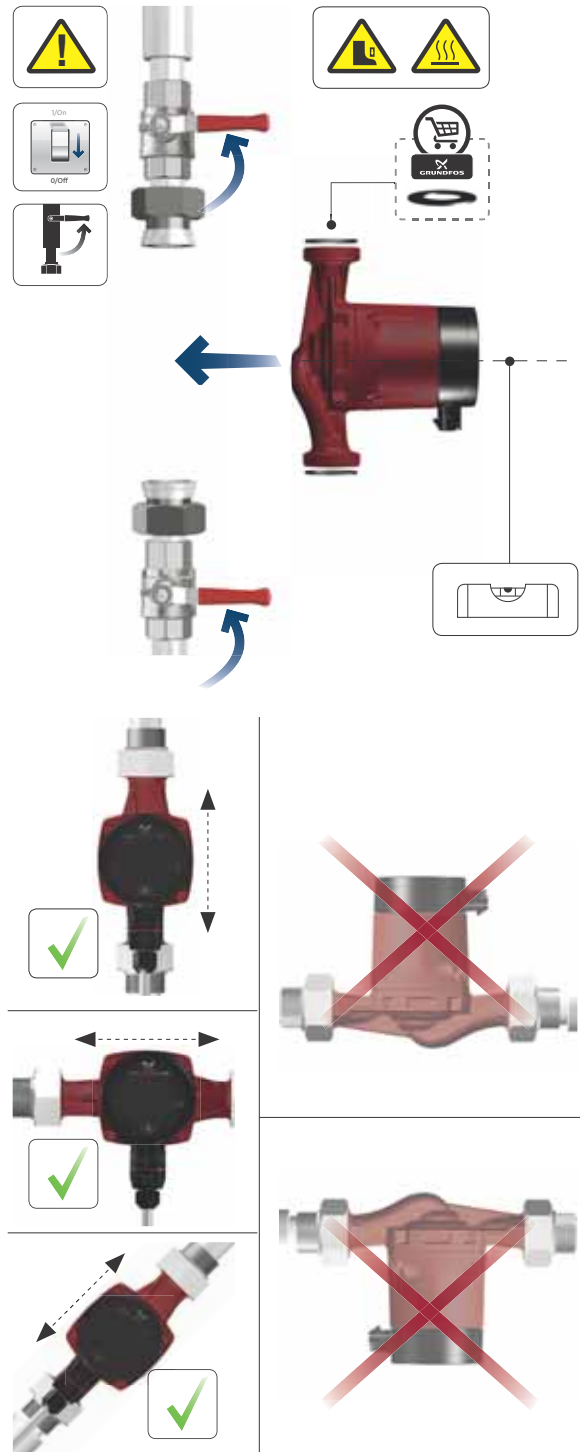

Fig. 1 Montaje de la bomba GRUNDFOS ALPHA1 L
- Instale la bomba con el eje del motor en posición horizontal. Consulte las figs. 1 y 2.